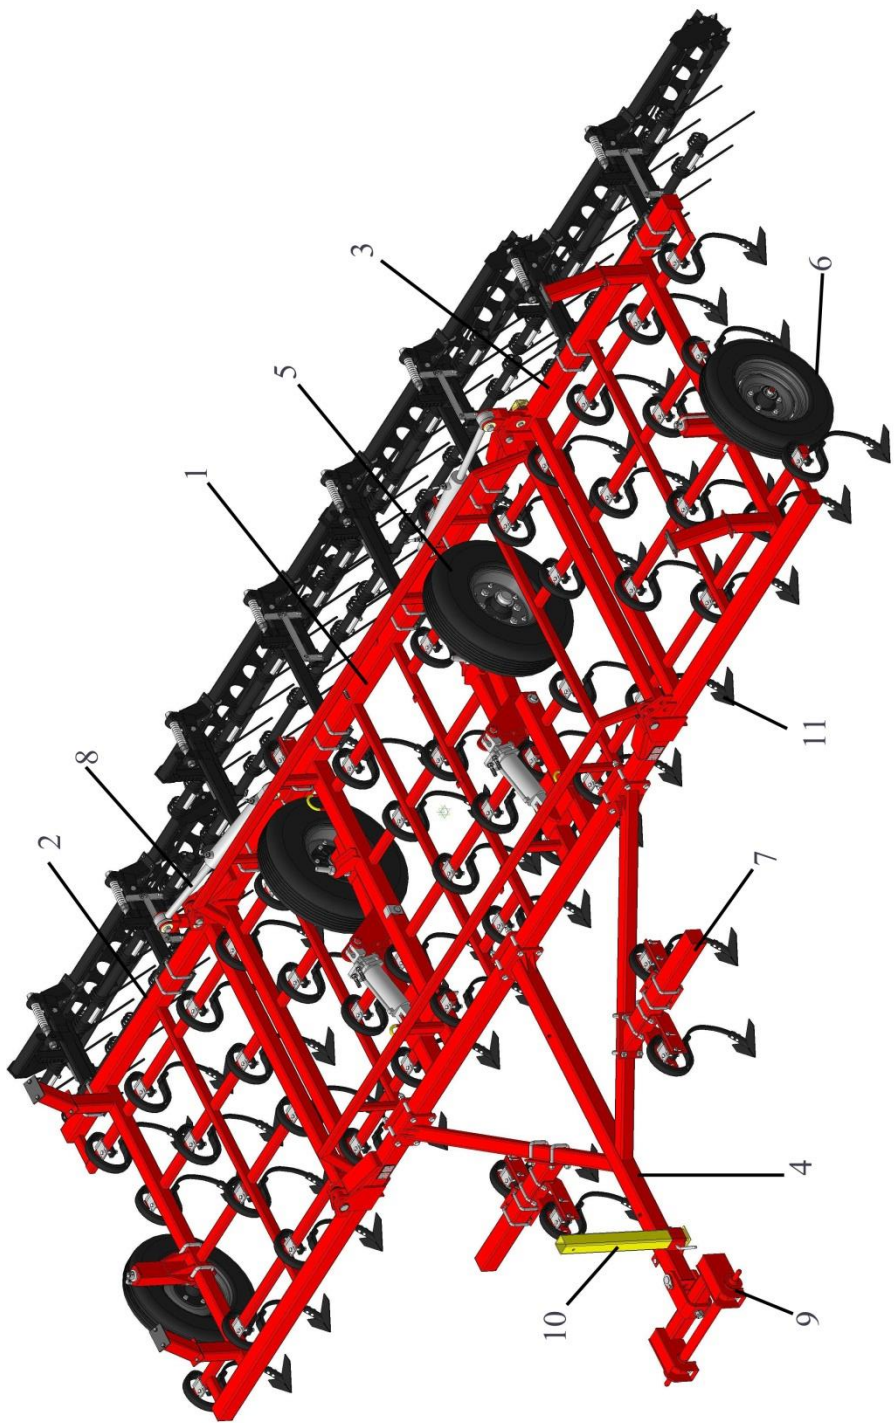
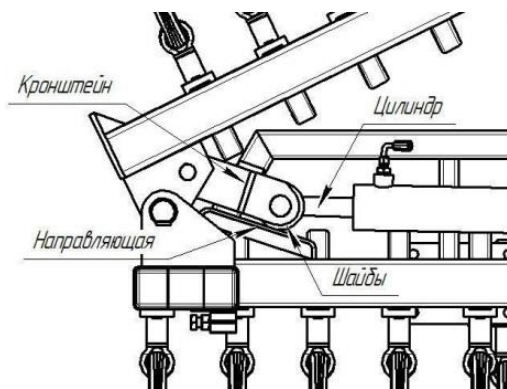

Рисунок 1 – Общий вид культиватора в рабочем положении
Рисунок 12
3.1 Культиватор КПМ-10 представляет собой прицепную машину, состоящую (рисунок 1) из центральной секции 1, прицепного устройства 4, двух крыльев 2 и 3, опорных колёс 5, копирующих колёс 6, следорыхлителей 7 и гидросистемы.
- 4.4 Перевод в рабочее положение (см. рис. 1 и рис.12):
!При переводе культиватора КПМ-10 из транспортного положения в рабочее, для плавного открытия крыла (открылка), убедитесь в том, что шайбы кронштейна лежат на наклонной поверхности направляющей (см. рис.12)!